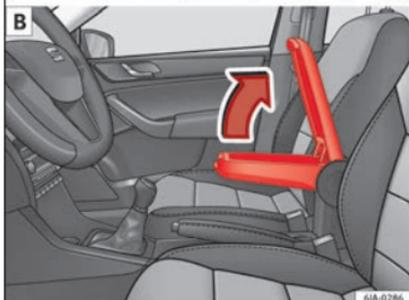

Abb. 146 Armlehne/ Ablagefach öffnen und schließen
- Drücken Sie die Taste vorne an der Armlehne »» **Abb. 146** - **A**.
- Heben Sie die Abdeckung des Ablagefachs an »» **Abb. 146** - **B**.